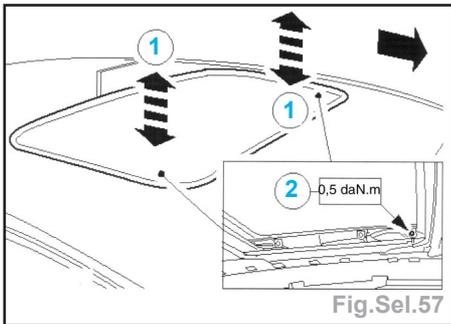

Fig.Sel.57
- Régler le bord avant de la vitre de panneau de toit ouvrant (Fig.Sel.57).